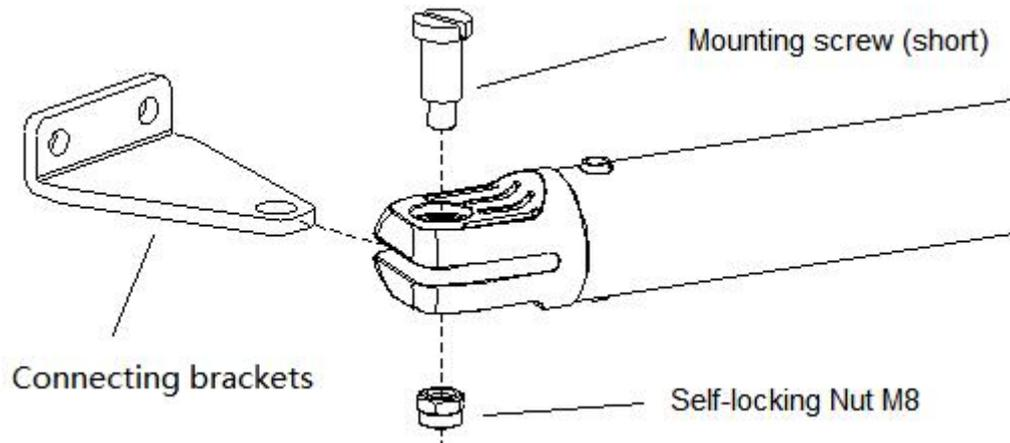

Figura 8
E) Conforme indicado na figura 8 abaixo, ligue o suporte de parede à parede de acordo com a posição marcada. Em seguida, ligue a máquina principal ao suporte de parede com parafuso e porca. (Utilize um nível de bolha para garantir o nivelamento da instalação.)